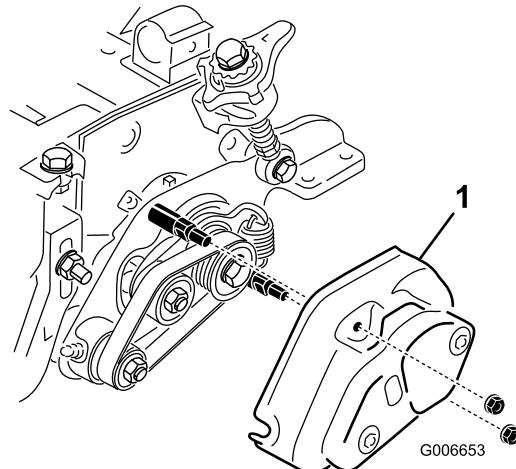

図 13
24. グルーマカバーを取り付けて $5/16$ in フランジナット2個で固定する図 13。